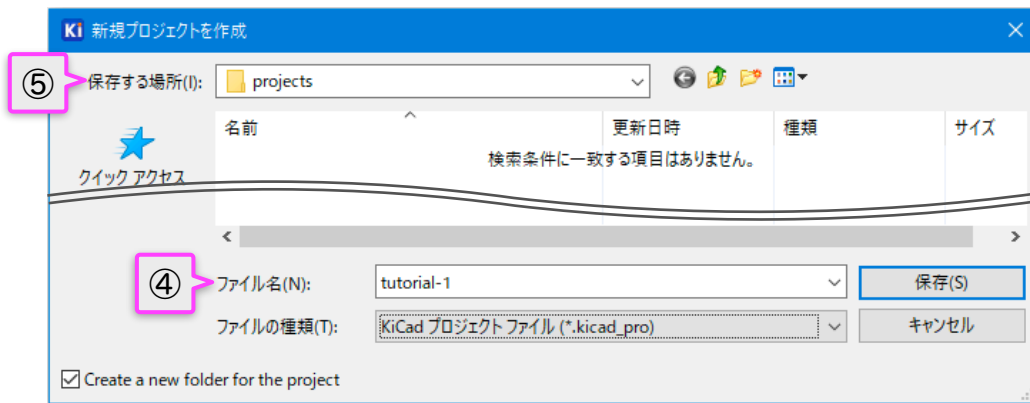

図3-3
④ ドキュメント フォルダ配下にファイル名tutorial-1でプロジェクトを生成します。 図3-3
⑤ プロジェクトの保存場所は ドキュメント\KiCad\6.0\projects とします